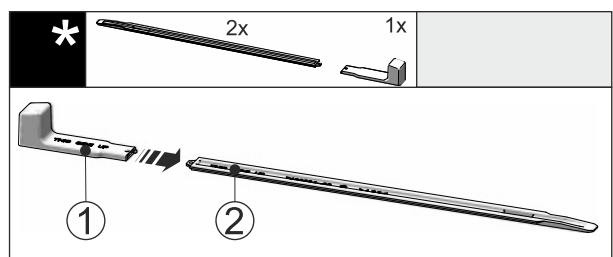

Fig. 54
- Insertar el tirador de montaje Fig. 54 (1) en el riel de nivelación Fig. 54 (2).